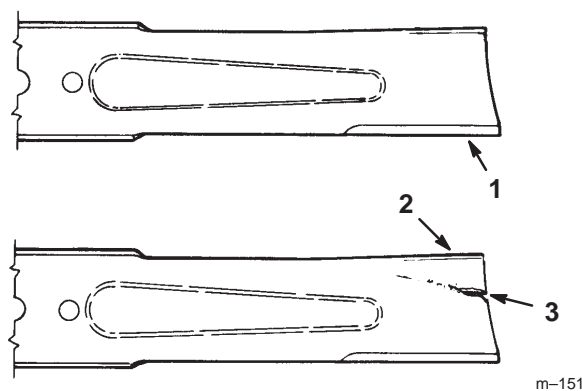

Figure 32
1. Inspectez les tranchants des lames (Fig. 32). Si elles ne sont pas tranchantes ou si elles présentent des indentations, déposez et aiguiser les lames (voir Aiguisage des lames, page 34).
2. Inspectez les lames, surtout la partie incurvée (Fig. 32). Remplacez immédiatement toute lame endommagée, usée ou qui présente une entaille (repère 3 de la Fig. 32).